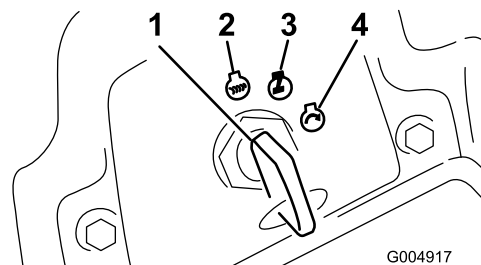

Figura 17
6. Rode a chave da ignição no sentido dos ponteiros do relógio para a posição Run (Figura 17).
3. Rode a chave da ignição para a posição Off (desligar) (Figura 17). Espere até que todas as peças em movimento parem, antes de sair da posição de operação.